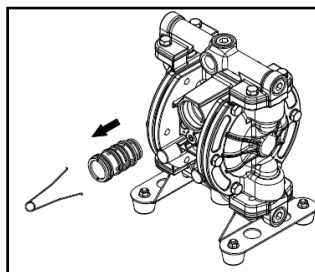

Figure 45
- Retirez le manchon à l'aide du manchon. (Outil spécial: numéro de pièce 713148.). (Voir la figure 45).